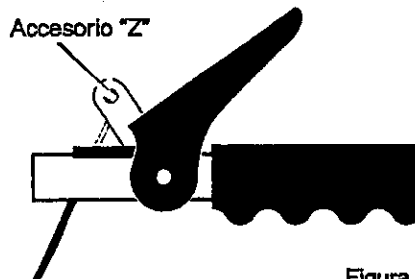

Figura 77
Para asegurarse de que estén bien ajustados, suelte el accesorio "Z" en la palanca de propulsión (Figura 77).
5. Desconecte el accesorio "Z" de la palanca de propulsión (Figura 77).
11. Instale el gancho "Z" en la palanca de propulsión (Figura 77).